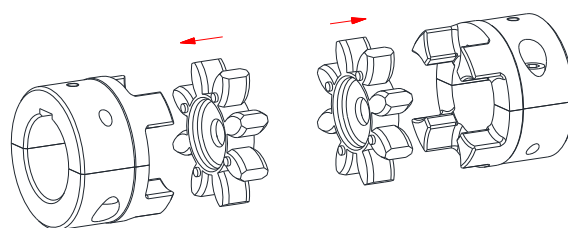

Figura 17: Montaje de las estrellas
- Introduzca las estrellas en las garras de los mangones SPLIT (véase figura 17).